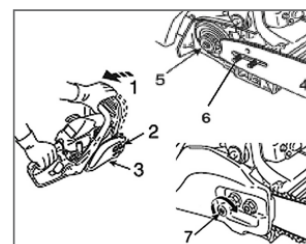

Рис. 2 Установка шины
Для этого рукоятку тормоза 1 (Рис.2) потяните на себя до щелчка.
2. Открутите гайки 2 и снимите крышку шины 3 (Рис. 2).
3. Установите шину 4 пазом на шпильки крепления шины 6 и передвиньте ее в сторону муфты сцепления 5 для облегчения установки цепи (Рис. 2).
5. Вращая винт натяжителя цепи 7 (Рис. 2) против часовой стрелки, установите палец натяжителя в крайнее левое положение. Установите на место крышку шины 3 (Рис. 2).
7 (Рис. 2) по часовой стрелке.